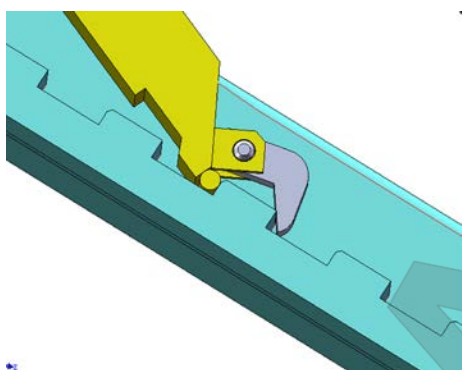

Рис. 2
- B. Перед подъемом автомобиля, убедитесь, что центр его тяжести располагается равномерно относительно подъемника. Для крепления автомобиля на подъемнике используйте соответствующие адаптеры. После подъема, убедитесь, что замок безопасности закрыт (**рис. 2**).